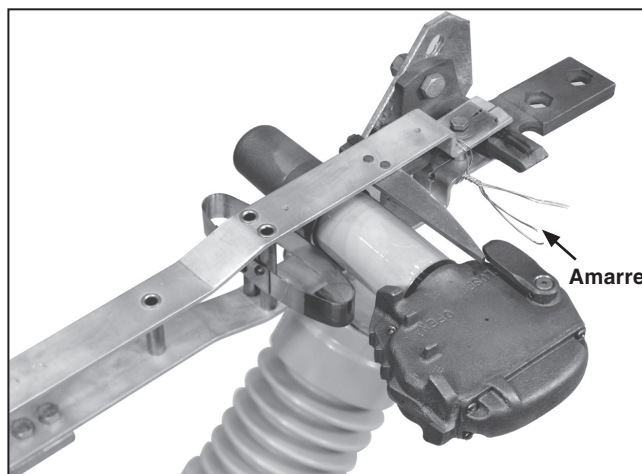

Figura 13. Amarre de la cuchilla del interruptor a los contactos principales.
PASO 11. Para reducir al mínimo los tardados ajustes finales, asegúrese de que el interruptor esté completamente cerrado. Amarre las cuchillas del interruptor a sus conjuntos de contactos estacionarios principales. Ver Figura 13.